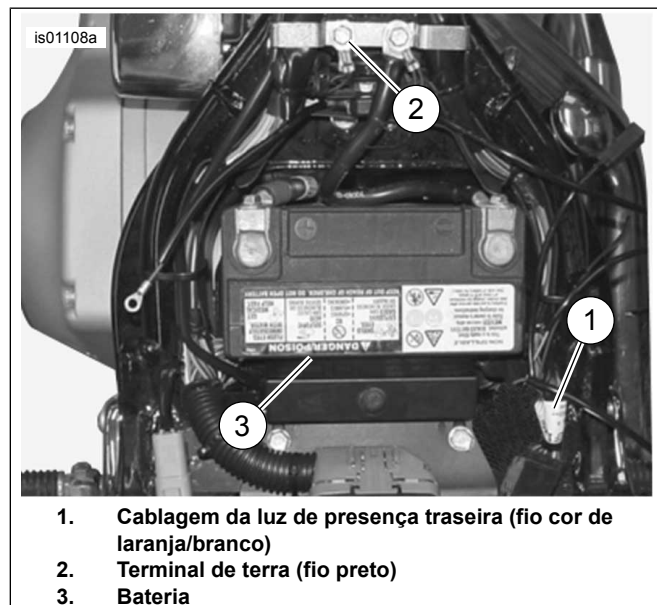

Figura 3. Ligações de Alimentação e de Terra (Modelos Softail)
4. Ver Figura 3 . Instale o terminal de anel nas roscas do parafuso de ligação à terra. Fixe o parafuso de ligação à terra ao quadro (2). Aperte de acordo com a especificação de torque do manual de serviço.
1. Ver Figura 3 . Abra cuidadosamente uma área do invólucro da cablagem da luz de presença traseira (1) no ponto acessível por baixo do assento e corte o fio cor de laranja/branco.